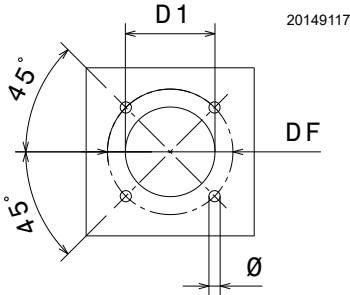

Fig. 13
Perforar la placa de cierre de la cámara de combustión como en la Fig. 13. Puede marcarse la posición de los orificios roscados utilizando la junta aislante que se suministra con el quemador.
- Introducir todo el quemador en el orificio de la caldera, preparado anteriormente (Fig. 13 en pág. 20), y fijar con los tornillos suministrados.